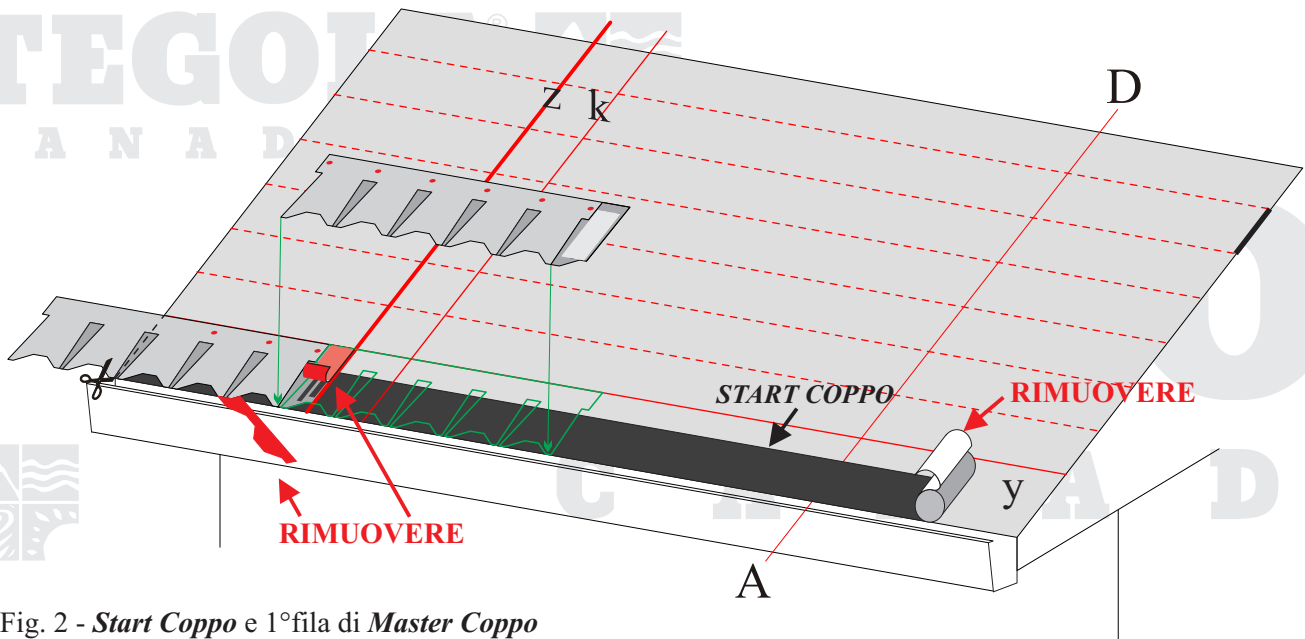

Fig. 2 - **Start Coppo** e 1° fila di **Master Coppo**
- Applicare lungo la linea di gronda la membrana autoadesiva **Start Coppo** (vedi fig. 2);
- La posa della prima fila di tegole inizia allineando la tegola **Master Coppo** alla linea z (Fig. 2).
- (1) Tagliare la parte eccedente, rimuovere la protezione inferiore della tegola e chiodare (Fig. 2).
- (2) Rimuovere la protezione superiore della tegola e applicare, sormontandola, un'altra tegola **Master Coppo** sul lato destro (Fig. 2).